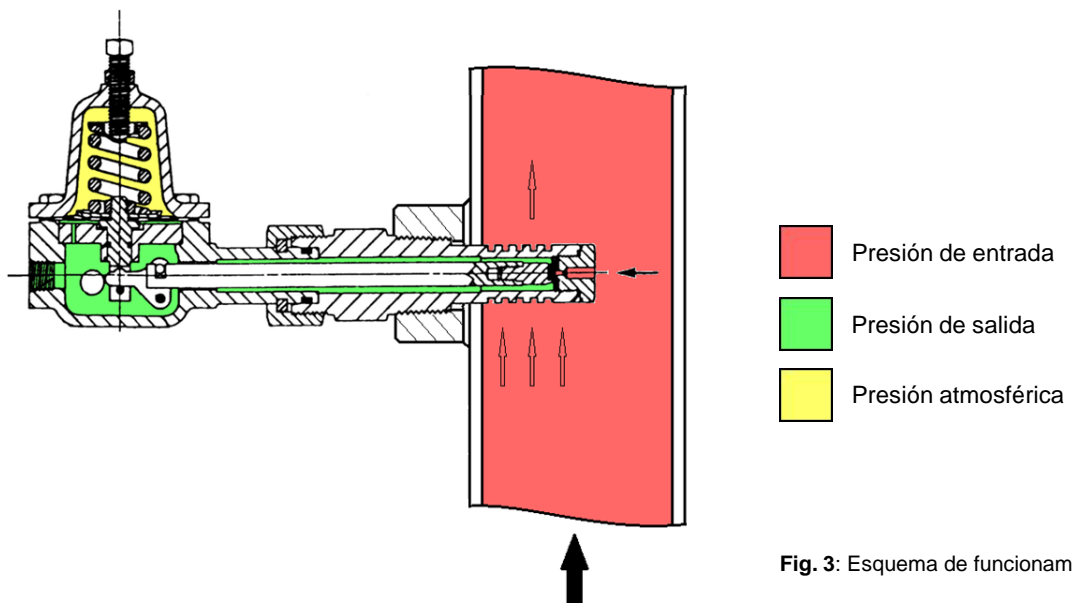
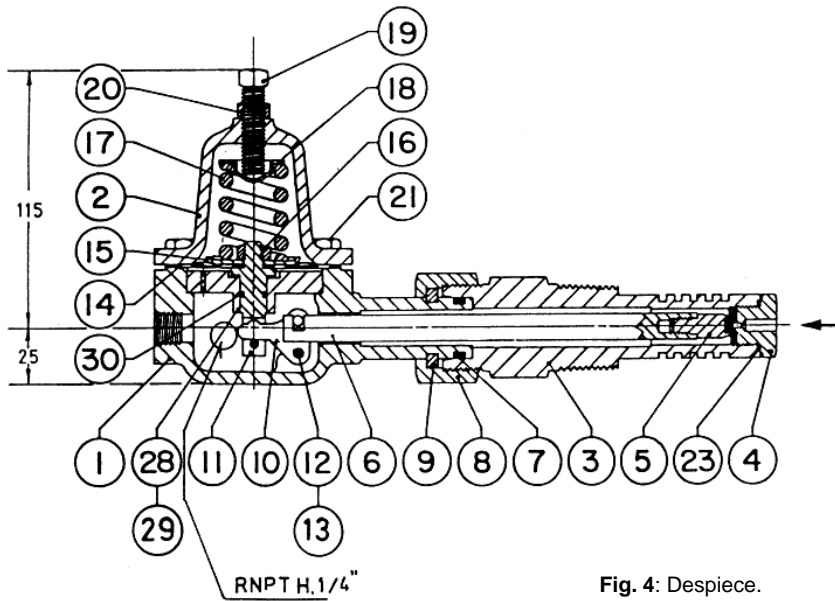

Fig. 3: Esquema de funcionamiento.
Fig. 4: Despiece.
El regulador **doma** 1305 se caracteriza por la particular disposición de su conexión de entrada, la cual permite que el cuerpo aletado (pos. 3 – ref. fig. 4) y el conjunto asiento-obturador (pos. 4 y 5) queden inmersos en el torrente de gas de proceso (ver fig. 3). Gracias a esta característica, el proceso de reducción de presión se realiza en una zona en que el flujo a través del regulador absorbe calor del flujo principal de gas. Esto ayuda a mantener la temperatura del gas a la salida del regulador por encima de la temperatura de congelamiento de los hidratos.
Instale el regulador como se muestra en la fig. 3. Suelde una cupla de $\varnothing 1"$ sobre la cañería de alta presión (tamaño mínimo de la cañería $\varnothing 3"$), luego rosque sobre la misma el adaptador de entrada del regulador, de manera de que el orificio de entrada y el cuerpo aletado queden dentro de la cañería.